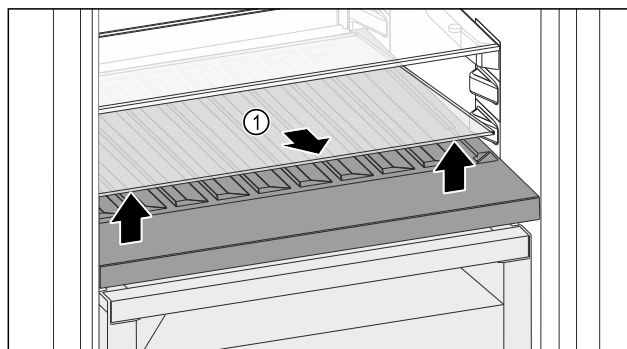

Fig. 98
- ▶ Løft glassplaten Fig. 98 (1) foran på fordypningen og ta den ut.
- ▶ Oppbevar glassplaten Fig. 98 (1) trygt utenfor apparatet.